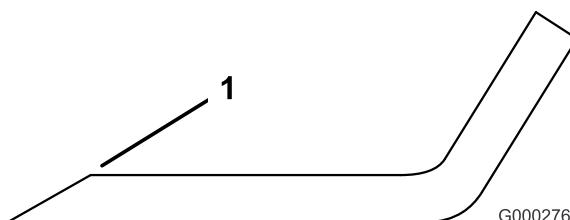

**Figura 89**
- Examine cuidadosamente as extremidades da lâmina, prestando especial atenção à zona onde se encontram as partes curvas e planas da lâmina (Figura 89).
**Nota:** A areia e os materiais abrasivos podem desgastar o metal entre as partes plana e curva da lâmina; por isso, verifique a lâmina antes de utilizar a máquina. Se verificar que esta zona se encontra desgastada (Figura 89), substitua a lâmina.